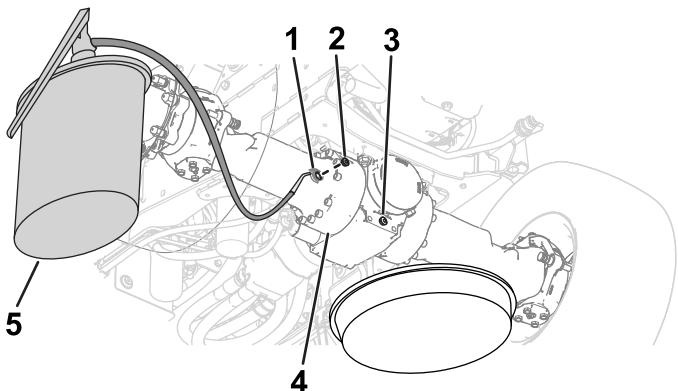
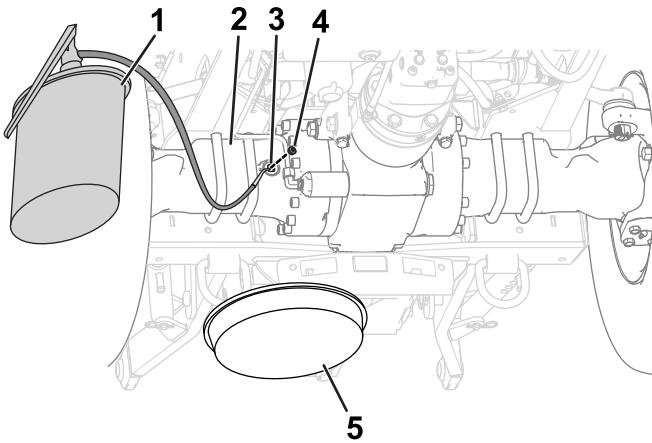

Figura 99
Figura 100
5. Instale os tampões de drenagem nas portas de drenagem nas caixas do diferencial (Figura 99 e Figura 100).
6. Encha os eixos com o óleo especificado através da porta do visor até que o óleo esteja nivelado com as rosas na parte inferior da porta (Figura 99 e Figura 100).
8. Instale os tampões do visor nas portas do visor nas caixas dos diferenciais dos eixos (Figura 99 e Figura 100).